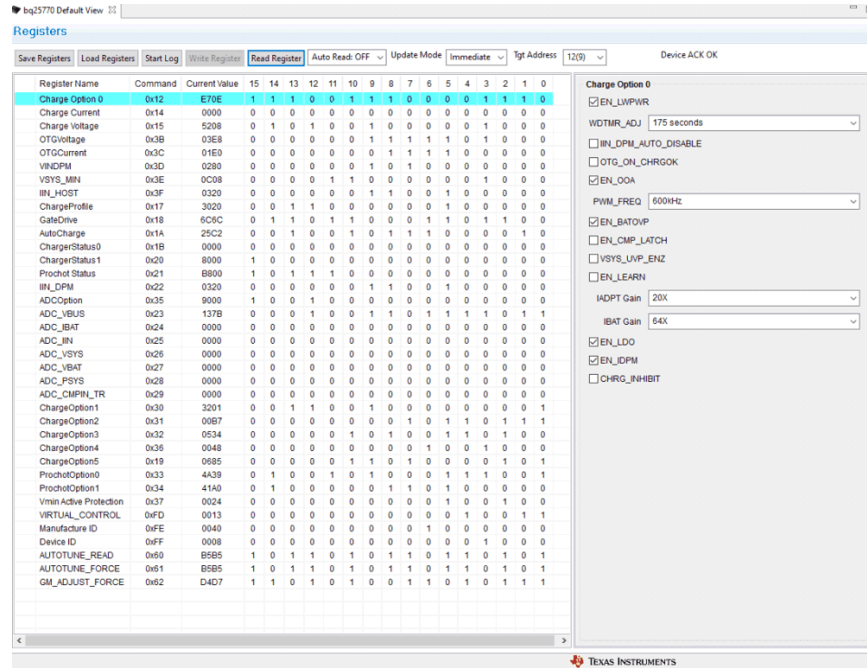

图 2-3. BQ2577x 评估软件的主窗口
- c. 选择目标器件后，点击 **Read Register** 按钮，此时会显示图 2-3 中的界面。